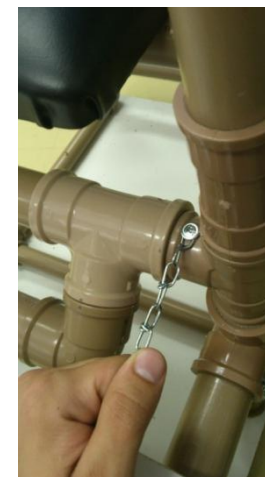

Figura 100. Regulagem do apoio de pernas - Passo 3
- Passo 3: Faça um furo com a broca de 2 mm e prenda com o parafuso Phillips para madeira cabeça redonda de comprimento 15 mm o primeiro elo da outra ponta da corrente, no "T 40 mm" do apoio de pernas, no local indicado na figura 100;